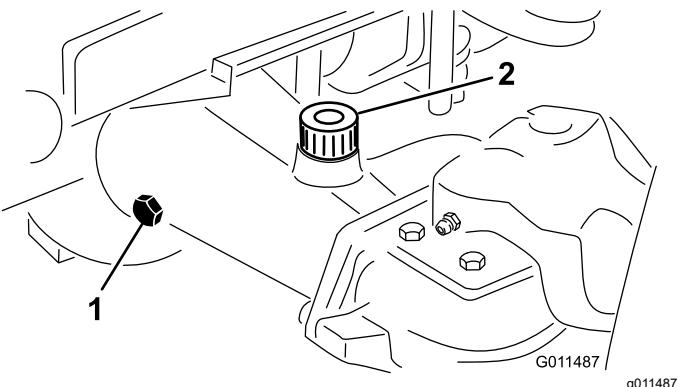

Bild 68
- Entfernen Sie eine Prüfschraube aus einem Ende der Achse und stellen sicher, dass das Öl die Unterseite des Lochs erreicht (Bild 68).